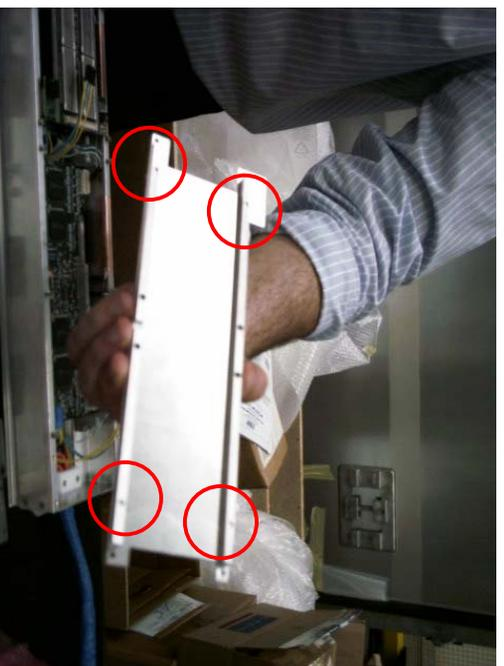

Figura 1: preparazione coperchi di dissipazione delle TRB
- Avvitare gli spacers dalla parte dei coperchi che sarà a contatto con le TRB, usando viti di tipo M3x6 nei quattro fori esterni (vedi cerchio rosso in Figura 1). La vite va inserita dalla parte del coperchio.